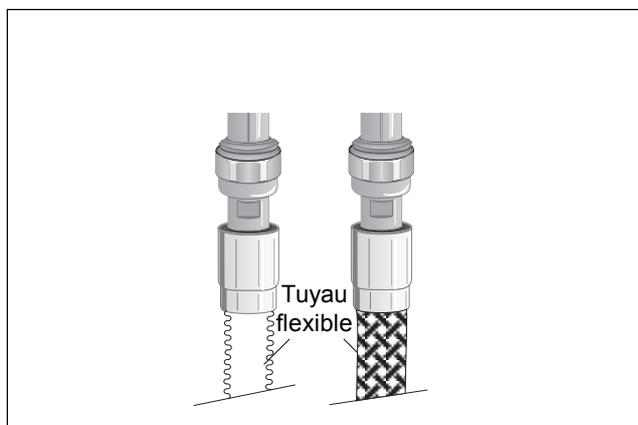

Fig. 18
- Pour les installations anciennes et en butane, vous pouvez utiliser un tube souple en caoutchouc d'une longueur maxi de 1,50 m et de 6 mm de diamètre intérieur, monté avec l'about spécial butane (Fig. 18).